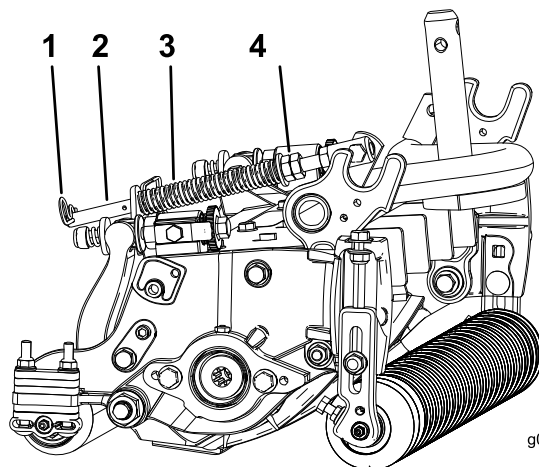

図 14
1. スプリングロッドの後穴にヘアピンコッターを忘れずに取り付けてください図 14。
2. スプリングロッド前部の六角ナットを締めて、スプリング圧縮状態の長さが127 mmになるようにする図 14を参照。